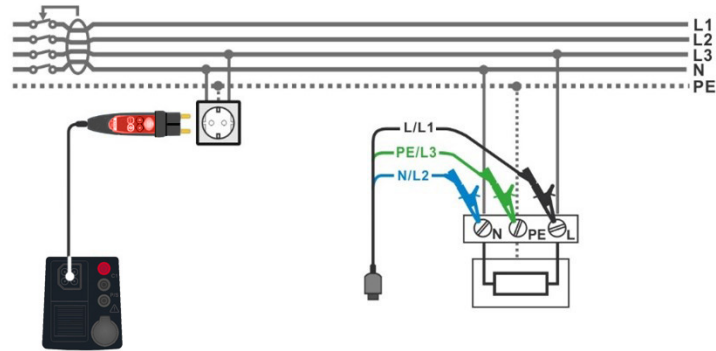

Abbildung 7.44: Z Auto Messung
- › Schließen Sie die 3-Leiter-Prüfleitung oder den Commander-Prüfstecker am Prüfobjekt an, siehe **Abbildung 7.44**.